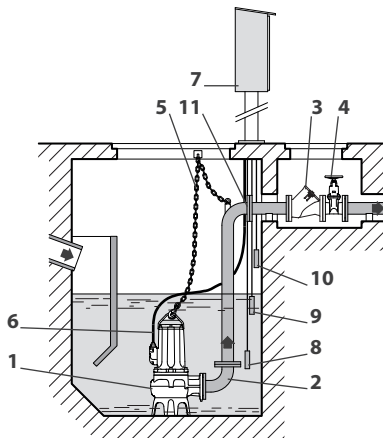

Рис. 6.4 – Самонесущая установка с жестким трубопроводом.
Для облегчения проведения техобслуживания насоса используйте фланец, быстроразъемную муфту или трехкомпонентную муфту (поз.11 на рис. 6.4, 6.5, 6.6), устанавливая их в линии нагнетания на легкодоступном участке, где их можно легко отсоединить.
- Смонтируйте колено с углом 90° на нагнетательном патрубке насоса и подсоедините к нему жесткий или гибкий нагнетательный трубопровод, при необходимости используя обращенное в другую сторону колено (поз. 2 на Рис. 6.4).